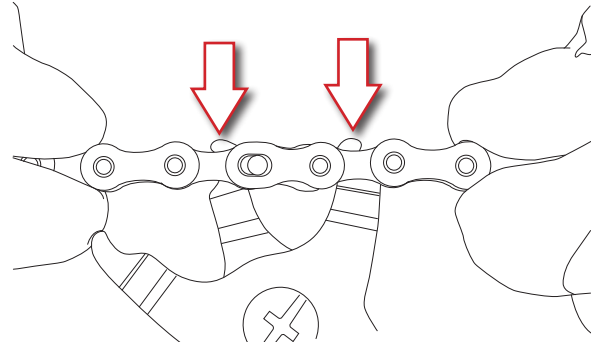

Abb.10
- Setzen Sie eine Zange zum Schließen des Steckglieds in die Innenglieder neben dem C-Link™ ein, deren Zähne eine Stärke von weniger als 1,8 mm aufweisen (Abb. 10).